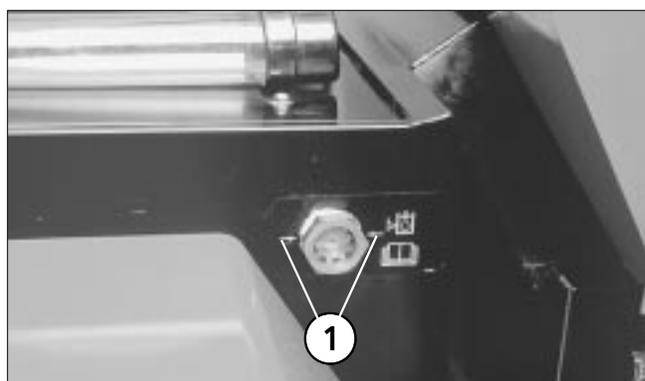

図6
1. オイル点検窓（図6）からオイル量を点検します。オイルが熱い時は両側の矢印まで、冷えている時はそれよりも6～12 mm下までであればOKです。